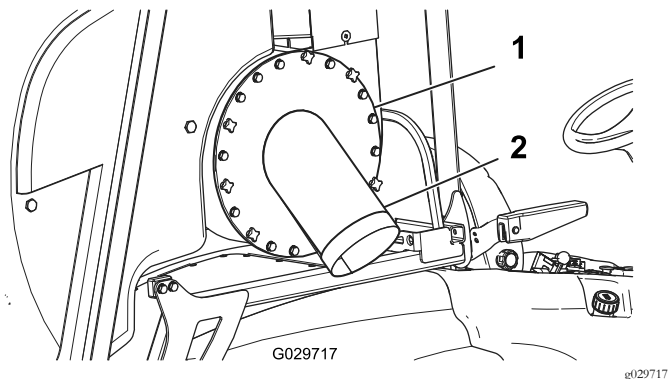

Bild 12
1. Befestigen Sie die Abdeckung des Turbinenlüfters mit den Handrädern und Schrauben (Bild 12).